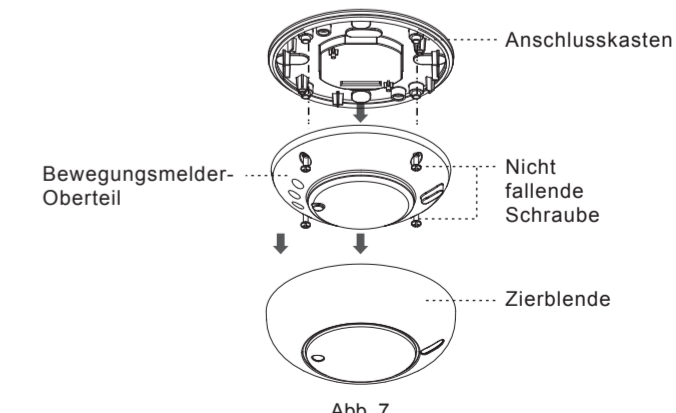

Abb. 7
- 4.4.1.1 Nehmen Sie die Zierblende vom Bewegungsmelder ab. Lösen Sie das Bewegungsmelder-Oberteil vom Anschlusskasten, indem Sie die vier nicht fallenden Schrauben herausdrehen (s. Abb. 7).
4.4.1.4 Befestigen Sie das Bewegungsmelder-Oberteil auf dem Anschlusskasten, indem Sie die vier nicht fallenden Schrauben in die entsprechenden Schraublöcher einsetzen und anschließend die Zierblende aufsetzen (s. Abb. 7).